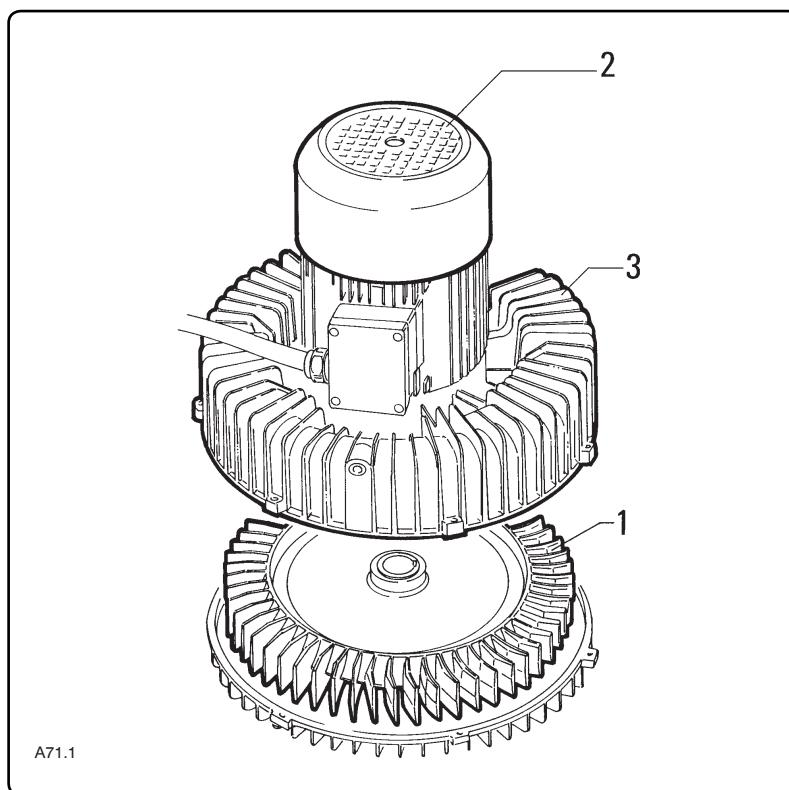

Fig. 7.5.4
7.5.4 - Verificare lo stato della ventola aspirante (fig. 7.5.4)
7.5.4 - Checking the condition of the suction fan (fig. 7.5.4)
7.5.4 - Vérifier l'état du ventilateur aspirant (fig. 7.5.4)
7.5.4 - Prüfung des Zustands der Lüftterrades (Abb. 7.5.4)